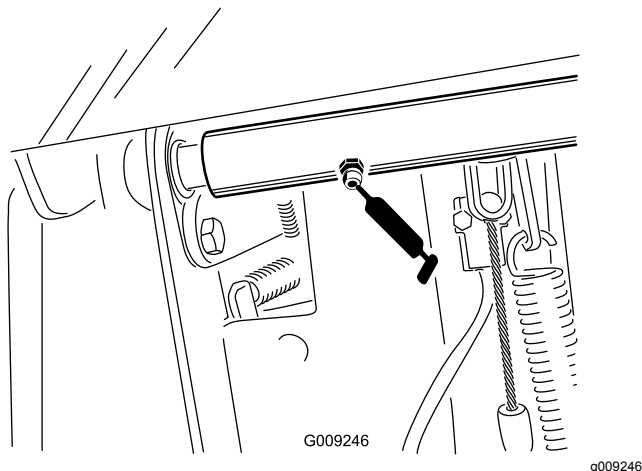

Bild 64
- Zwei Bremspedal-Drehzapfen der Wellenlager (Bild 64)